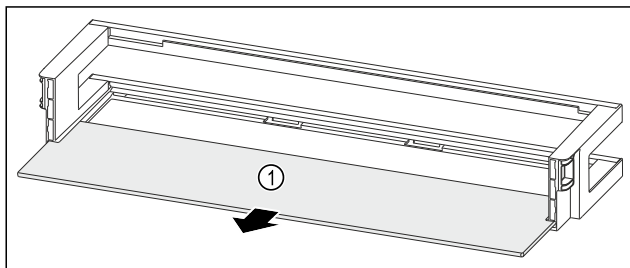

Fig. 162 Ajtópolc tárolólappal
- Vegye ki a tárolólapot Fig. 162 (1).